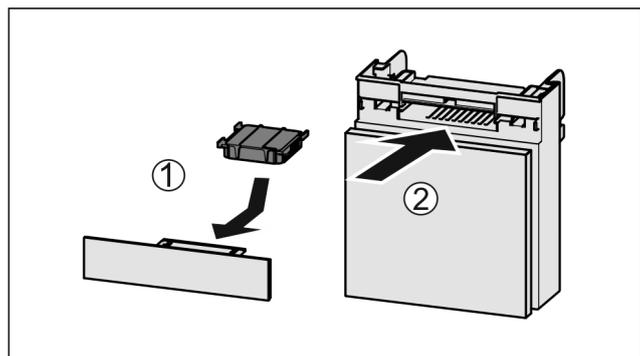

Fig. 134
- ▶ 按图装入 Fig. 134 (1)活性炭过滤器。
- ▶ 推入 Fig. 134 (2)抽屉。